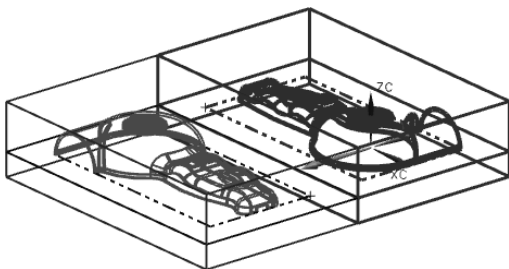

图 10-16 生成另一型腔
(2) 如图 10-15 所示, 选择平衡式一模两腔的布局, 布局方向为-YC 方向。在【型腔布局】对话框中单击【开始布局】按钮, 生成另一型腔, 如图 10-16 所示。